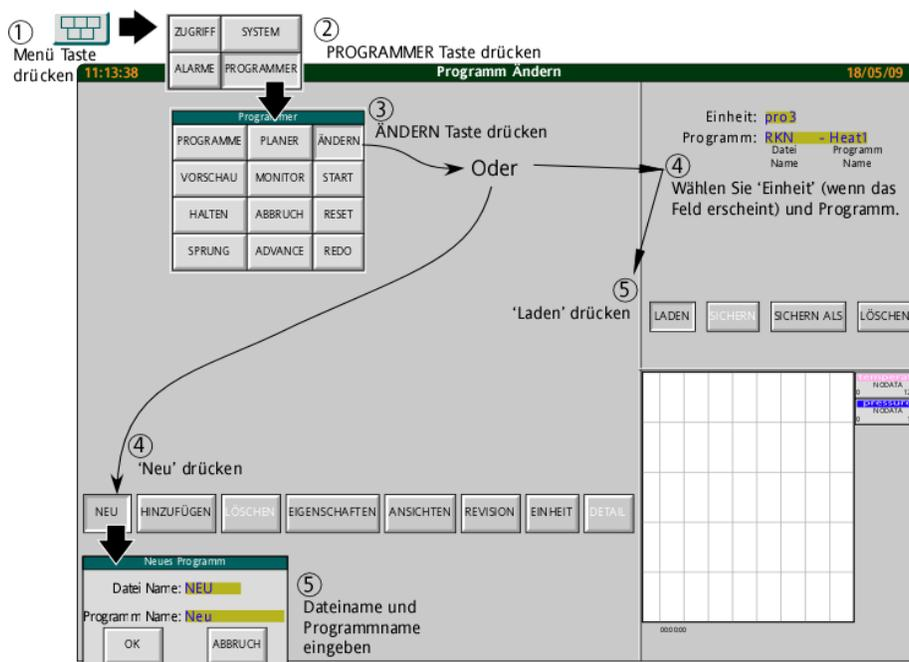

Abbildung 4.12.2 Zugriff auf die Standard Ändern Seite
In Abbildung 4.12.2 sehen, rufen Sie die Standard Ändern Seite auf, indem Sie die Menü Taste, gefolgt von der 'PROGRAMMER' und der 'ÄNDERN' Taste betätigen.
1. Drücken Sie die 'NEU' Taste in der linken unteren Ecke des Bildschirms. Geben Sie einen passenden Segment- und einen Programmnamen ein (Abbildung 4.12.2).